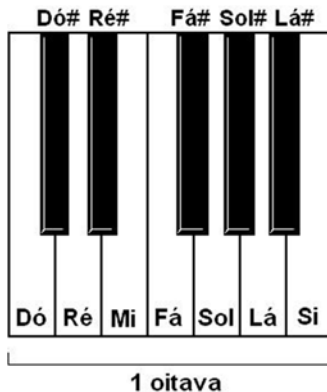

Fig. 10.3 – Organização de uma oitava em um teclado musical.
10.1 – Utilizando o modo de geração de frequência do ATmega328, faça um programa para gerar as notas musicais básicas de um teclado com 1 oitava (pode ser a 4ª). Empregue um circuito adequado, incluindo as teclas. Na fig. 10.3, é ilustrada a organização das notas musicais no teclado (para aumentar o teclado basta colocar outra oitava em série com a primeira). Obs.: só pode ser tocada uma nota por vez.